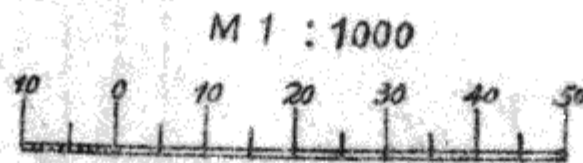

图 3.11 线比例尺。
5. 在土木图中, 常利用画于量上的线比例尺 (图 3.11), 以准确地测定图中线段的长度。图中示出了测定长度的例子。